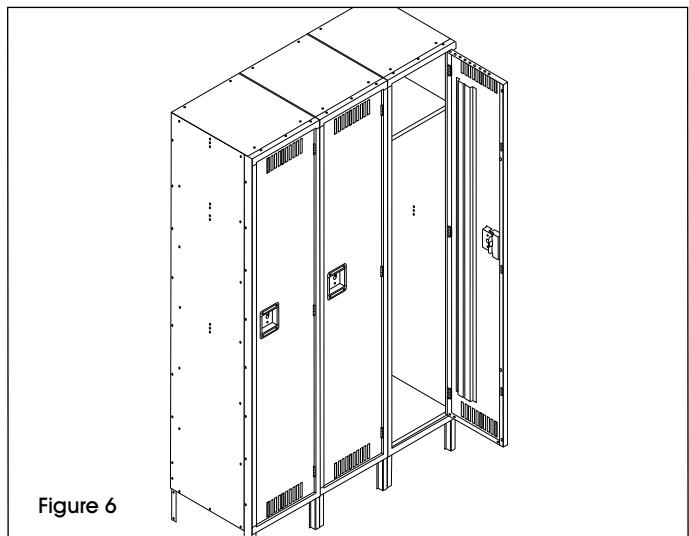

Figure 6
11. Relevez l'unité debout et placez-la à l'endroit désiré. Si vous joignez des unités, enlevez les boulons temporaires dans les cadres et boulonnez les unités adjacentes ensemble au travers des cadres. Vérifiez et serrez tous les boulons permanents. (Voir Figure 6)
12. Pour H-1227 et H-5529 : Placez l'extrémité non fendue de la tige à manteau (10) sur l'onglet en saillie de la patère supérieure gauche. Faites glisser l'extrémité fendue de la tige à manteau sur l'onglet en saillie dans la patère droite, puis tournez de 90° pour la fixer.
1. Si vous montez une unité de trois éléments de large à côté d'une autre unité, installez temporairement un boulon et un écrou dans le troisième et le sixième trous vers le bas à partir du haut du ou des cadres extérieurs qui se joindront au(x) cadre(s) de casier adjacent(s). (Voir Figure 6) Le cadre du casier du centre peut être complètement boulonné.